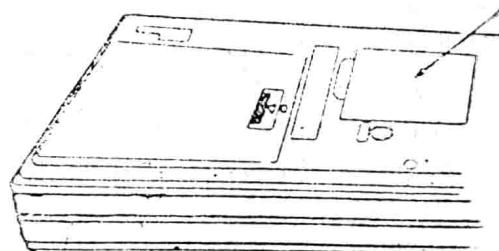

图1—2 模块位置图
①去静电：为了防止模块为静电击穿而损坏，装模块前必须先去静电。去静电的办法是将手接触金属及大地或用水洗手以除去手上的静电。
②切断计算机电源（取出电池）。除去主机的剩余电荷；将主机的[ON]键按15秒钟。
③打开主机背面模块合盖（图1—2），将模块上的导电橡胶取下后，随即插入模块穴中，盖好合盖。切勿用手接触模块插头的铜薄